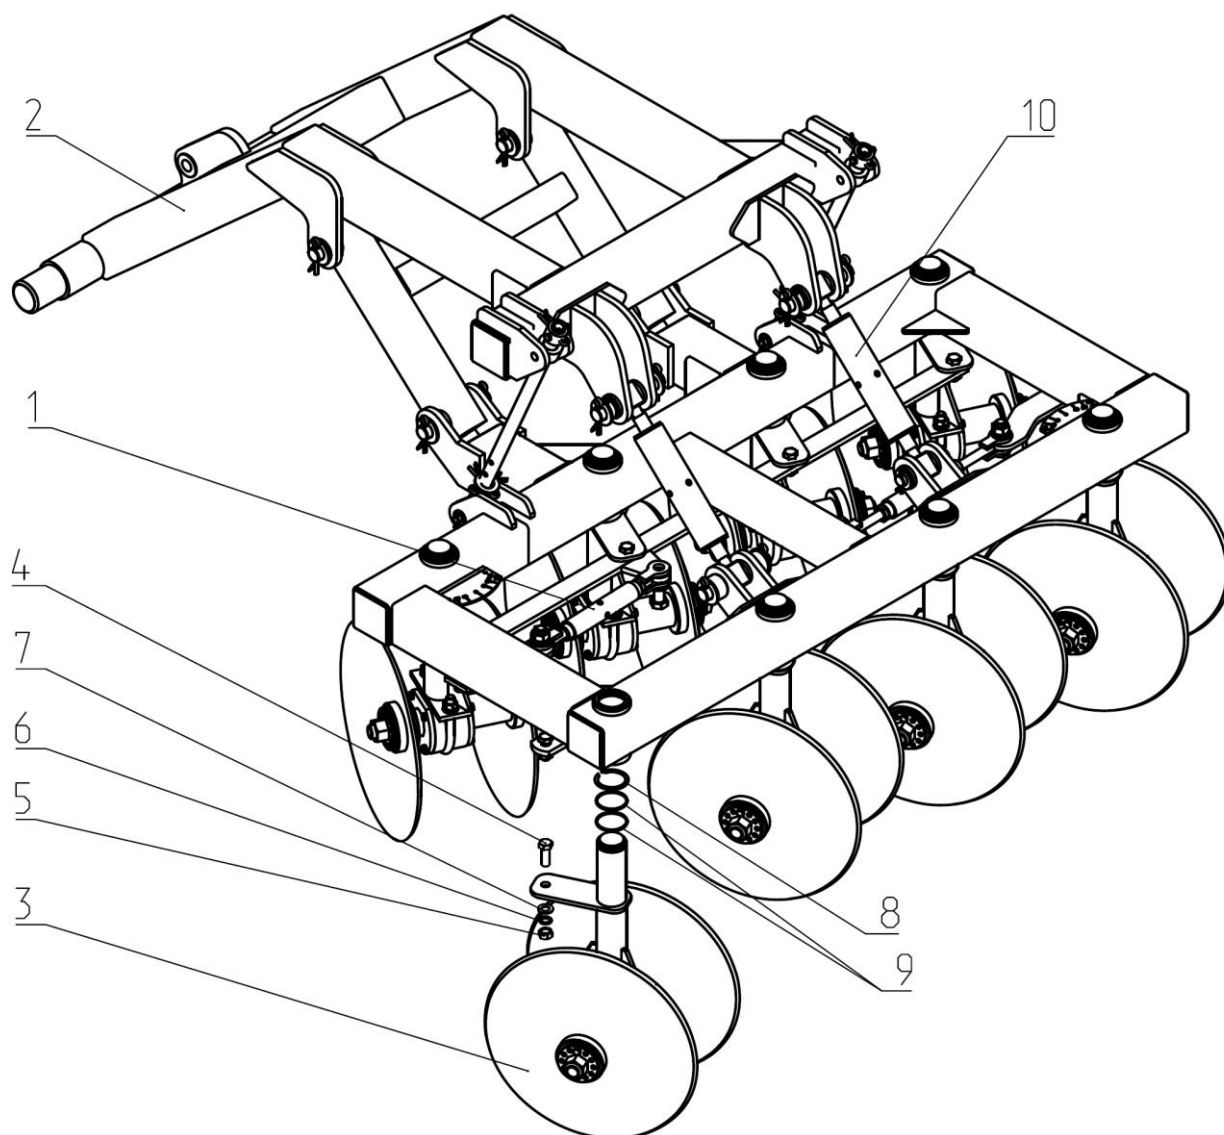
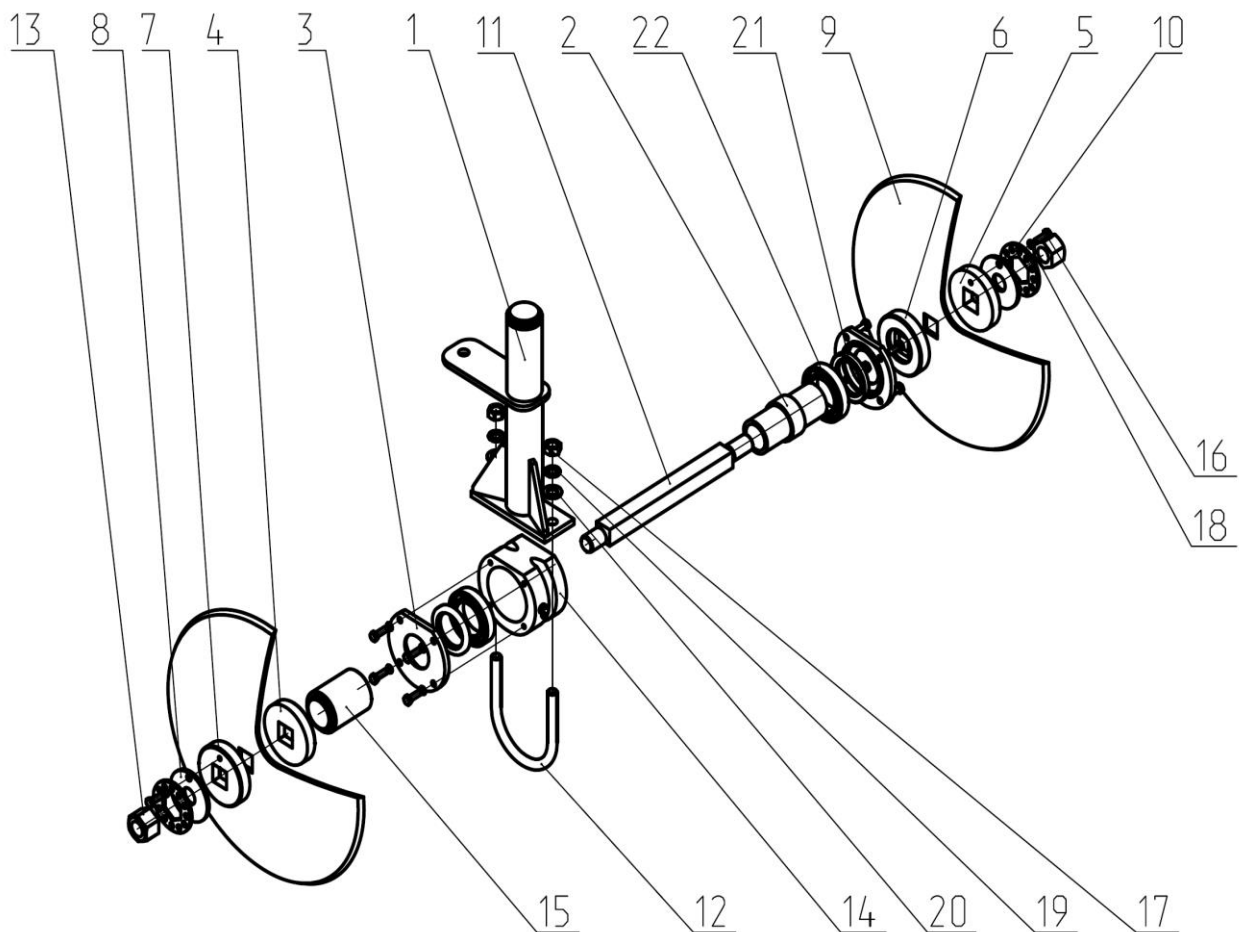

Рис.4. ЛДГ 00.010 Секция центральная в сборе.
Рис.5. ЛДГ 02.060 Рабочий орган.
2.12. Секция центральная в сборе (Рис.4) состоит из рамы несущей 2, с помощью которой она присоединяется к снице при сборке луцильника, перед его эксплуатацией, рабочих органов 3 в количестве 8 штук. Рабочие органы вставляются в раму несущую и крепятся кольцом 8. Кольца 9 служат уплотнением для удержания смазки в полости втулок, в которые вставляются рабочие органы.
2.13. Талреп 1 служит для установки угла атаки. Угол атаки рабочих органов секции центральной выставляется постоянным и равен 25° . Рабочие органы устанавливаются согласно Рис. 4., Втулка натяжителя 10 служит для установки равномерного заглубления переднего и заднего рядов рабочих органов центральной секции.
2.15.Рабочий орган (Рис.5) состоит из стойки 1, закрепленной на раме секции центральной кольцом 8 (Рис.4). Диски 9 собираются на оси 11, вставленной в корпус 14, через втулку 2.
1-ЛДГ 02.802 Корпус в сборе(аналог корпуса Рис. 5); 2-ЛДГ 02.101 Шпилька; 3-ЛДГ 02.404 Упор выпуклый; 4-ЛДГ 02.404-01 Упор выпуклый; 5-ЛДГ 02.405 Упор вогнутый; 6-ЛДГ 02.405-01 Упор вогнутый; 7-ЛДГ 02.406 Шайба; 8-ЛДГ 02.411 Диск; 9-ЛДГ 02.431 Шайба; 10-ЛДГ 02.601 Ось; 11-ЛДГ 02.609 Гайка; 12-Болт М8х25 ГОСТ 7798; 13-Шайба 8.65Г ГОСТ 6402.
1-ЛДГ 02.802-01 Корпус в сборе(аналог корпуса Рис. 5); 2-ЛДГ 02.101 Шпилька; 3-ЛДГ 02.404 Упор выпуклый; 4-ЛДГ 02.404-01 Упор выпуклый; 5-ЛДГ 02.405 Упор вогнутый; 6-ЛДГ 02.405-01 Упор вогнутый; 7-ЛДГ 02.406 Шайба; 8-ЛДГ 02.411 Диск; 9-ЛДГ 02.431 Шайба; 10-ЛДГ 02.601 Ось; 11-ЛДГ 02.609 Гайка; 12-Болт М8х25 ГОСТ 7798; 13-Шайба 8.65Г ГОСТ 6402.